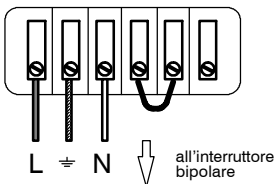

fig. 3.6
- 1 Collegare il cavo di alimentazione elettrica proveniente dall'interruttore bipolare alla morsetteria di alimentazione elettrica della caldaia (fig. 3.6) posta dietro il pannello comandi rispettando la corrispondenza della linea (filo marrone) e del neutro (filo azzurro).